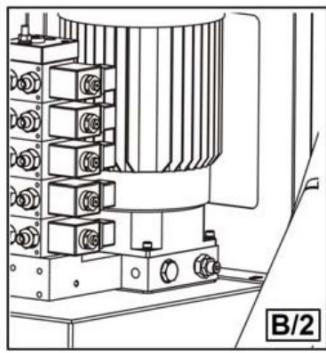

Рисунок 2
- 2) Клапан максимального давления, установленный на 130 +/- 10% бар (рис. 2) ограничивает максимальное давление в гидравлическом контуре, обеспечивая правильную работу системы.